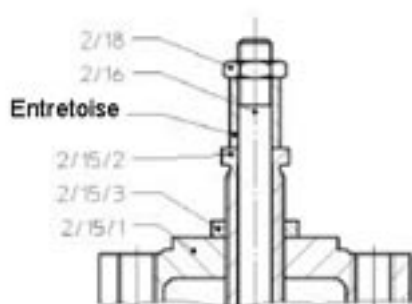

Figure 6
- Glisser une entretoise, en tant qu'outil auxiliaire, du haut de la tige (2/16) (voir fig. 6).
- As an auxiliary tool push the distance sleeve over the spindle (2/16) (s. figure 6).